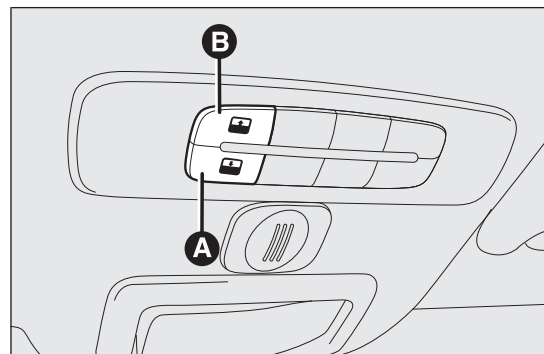

fig. 46
Pour le fonctionnement du toit ouvrant, tourner la clé de contact sur MAR. Les commandes A et B fig. 46 se trouvent à proximité du plafonnier AV et commandent respectivement la fermeture/ouverture du toit ouvrant.
Appuyer sur le bouton B fig. 46 et le maintenir enfoncé : le toit se mettra en position « spoiler ». Pour ouvrir complètement le toit, appuyer de nouveau sur le bouton B et le maintenir enfoncé : dans tous les cas, le toit s'arrête dans la position atteinte au moment où l'on relâche le bouton.
Appuyer sur le bouton A fig. 46 et le maintenir enfoncé : le toit se mettra en position « spoiler ». Dans tous les cas, le toit s'arrête dans la position atteinte au moment où l'on relâche le bouton. Appuyer de nouveau sur le bouton A et le maintenir enfoncé jusqu'à la fermeture complète du toit.
- appuyer sur le bouton A fig. 46 et le maintenir enfoncé pour que le toit se ferme complètement (par saccades)